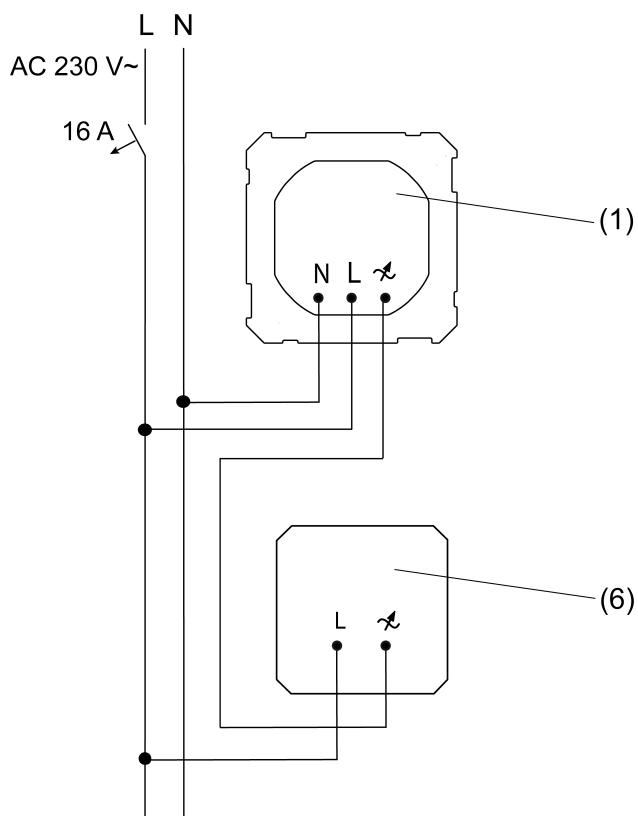
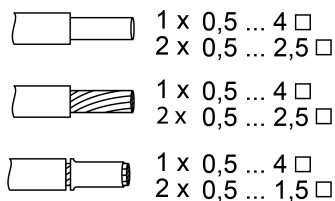

Figura 2: Per sistemi di illuminazione dimmerabili: schema di collegamento per dimmer LED a 2 fili (6)
Figura 5: Sezione trasversale conduttore
-  Fare attenzione alla sezione trasversale del conduttore (Figura 5).
- Collegare l'unità da incasso Plug & Light (1) per sistemi di illuminazione dimmerabili secondo quanto indicato nello schema di collegamento qui di seguito:
- Dimmer LED con collegamento a 2 fili (6) (Figura 2)